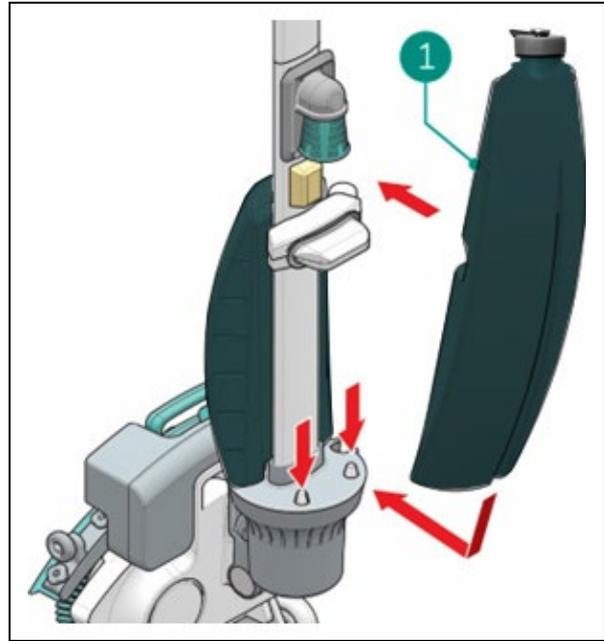

Figura 12
1. Colocar o depósito (Figura 12, pos 1) no i-mop® Lite com a parte inferior primeiro.